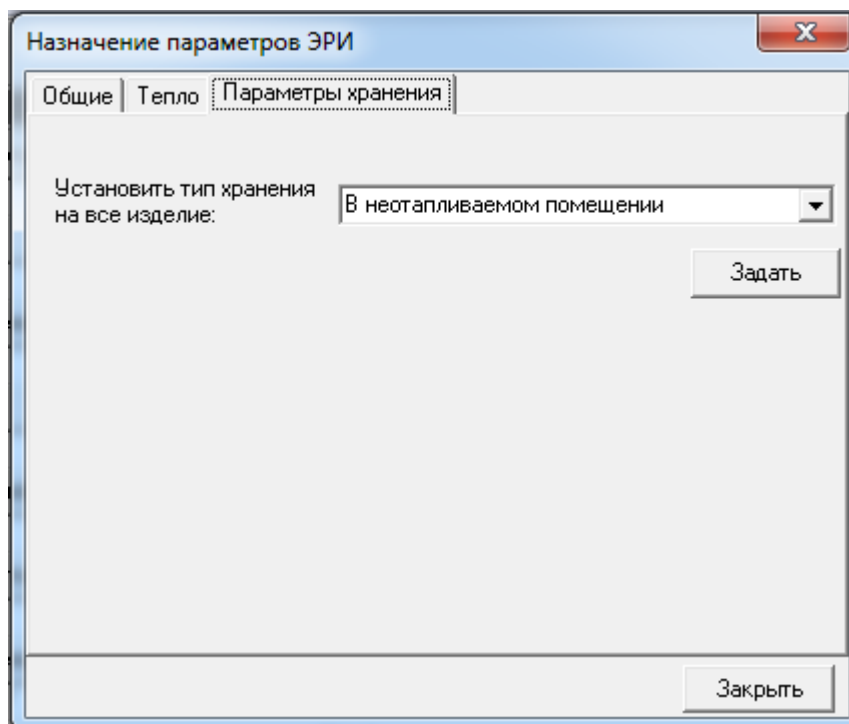

Рис. 3.8. Окно «Назначение параметров хранения»
- В появившемся окне (см. рис. 3.8) «Установить тип хранения на все Изделие» выберите нужный Вам тип.